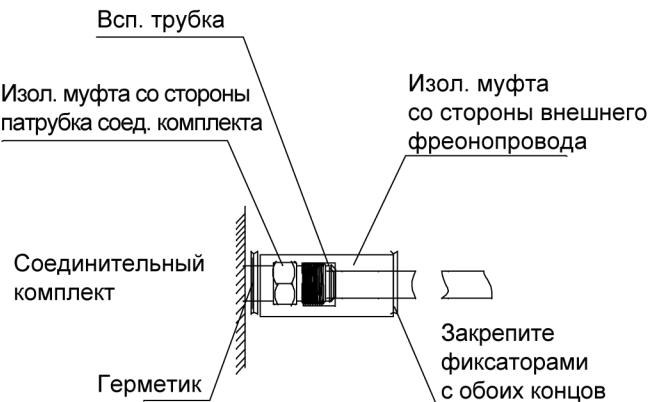

Рис. 2
- (1) Теплоизоляционный материал должен плотно и без зазоров прилегать к трубопроводу.
- (2) Хомут не должен быть затянут слишком плотно во избежание уменьшения толщины изоляционного слоя.
- (3) Убедитесь, что стык изоляционного материала расположен вверх. (См. Рис.2.)